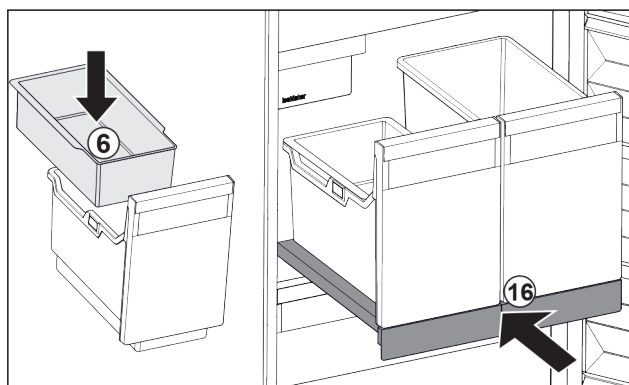

Fig. 96
- ▶ Sett inn brettet Fig. 96 (6) for isbiter.
- ▶ Skyv inn uttrekksplaten med beholder (IceTower). Fig. 96 (16)